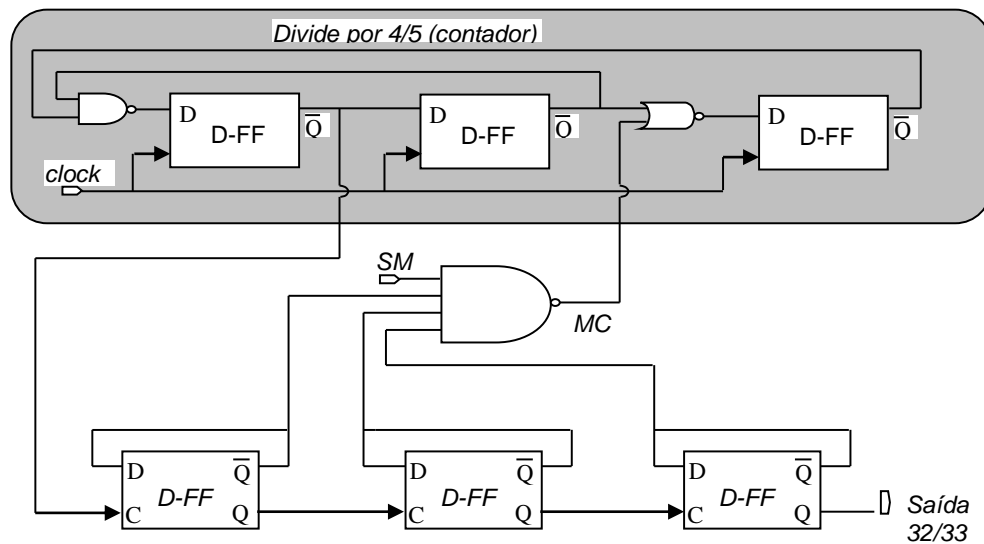

Figura 2. Prescaler 32/33.
13. Considere agora o circuito da **Figura 2**.